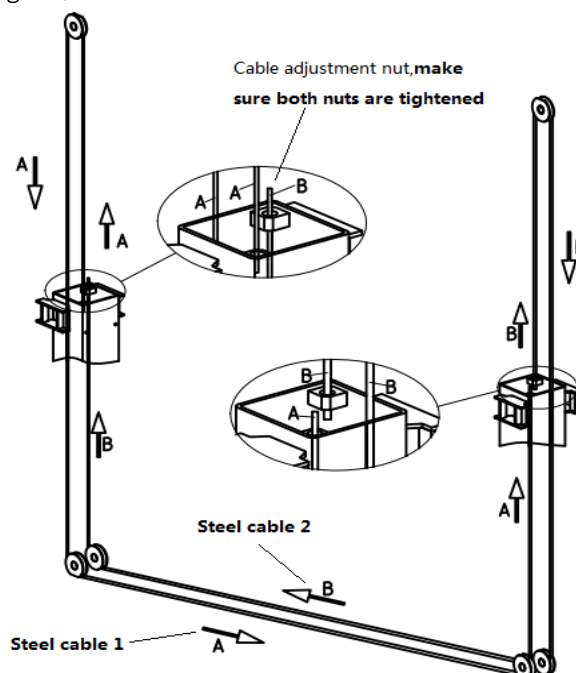

Fig. 5
4. Monter stålwirerne som vist i diagrammet. (Fig.5)